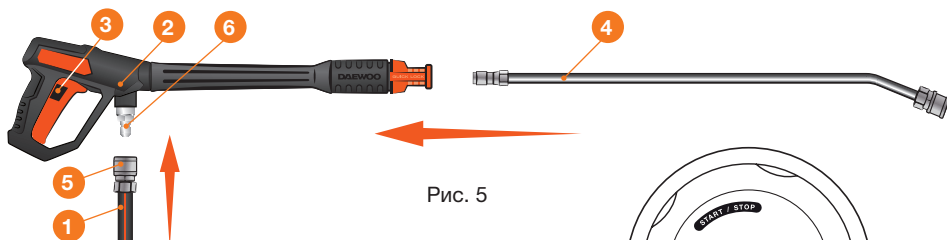

Рис. 5
- Потяните назад металлическое кольцо ⑤ на коннекторе шланга ① (Рис. 5).
- Соедините коннектор шланга ① со штуцером ⑥ на корпусе пистолета ②.
- Отпустите кольцо ⑤.
- Установите струйную трубку ④ на пистолет ②, вставив ее до появления характерного щелчка.
- Снимите предохранитель **3** на пистолете **2** и нажмите на курок чтобы выпустить воздух и проверить стабильность потока воды. После того как воздух выйдет из пистолета и поток нормализуется, отпустите курок (Рис. 5).